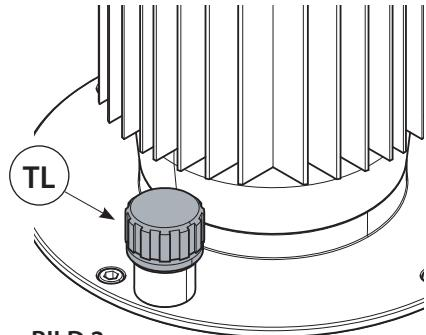

BILD 2
- Um Ölverluste während des Transportes zu vermeiden, wird die Pumpe mit einer Öltransportschraube geliefert. Für eine korrekte Funktionsweise der Pumpe muss diese Öltransportschraube durch die mitgelieferte orangene Ventilschraube (TL) (Bild 2) mit Ölmessstab getauscht werden.
- Kontrollieren Sie die Spannung auf dem Typenschild mit der zur Verfügung stehenden Spannung. Stecken Sie den Netzstecker in die Steckdose. Am Hauptschalter (IG) schaltet sich die Beleuchtung ein und signalisiert, dass Spannung anliegt.